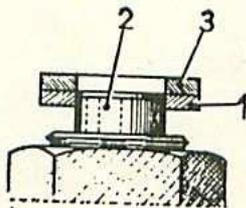

Fig. 63. — Mise en place de la butée en bout de l'arbre de démultiplicateur
- Présenter la rondelle de butée (1) (fig. 63 et 64) et l'engager jusqu'à af-